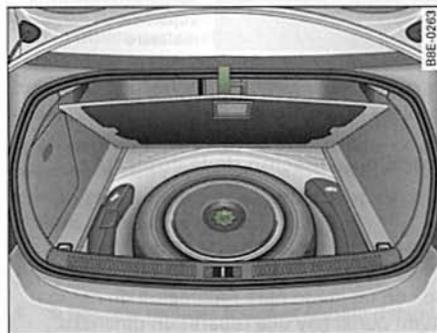

Fig. 230 Rueda de repuesto
– Gire a mano la rueda moleteada ⇒ fig. 230 en el sentido contrario al de las agujas del reloj.